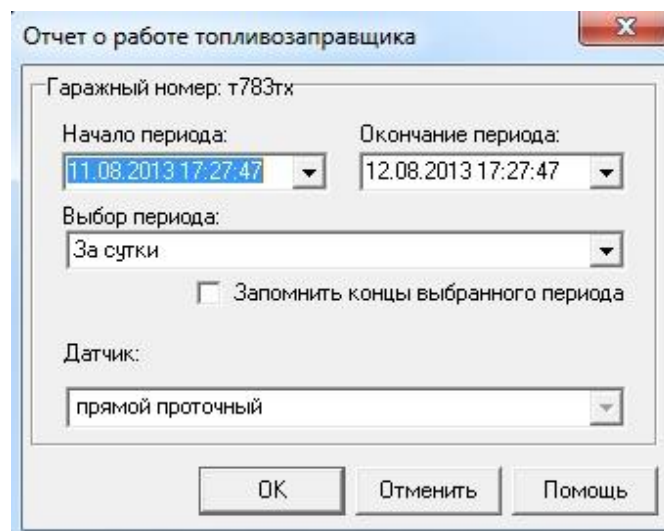

Рисунок 213 – Форма «Отчет о работе топливозаправщика».
- 2 Вызвать пункт меню «Отчеты» ⇒ «Отчет о работе топливозаправщика». Программа предоставляет форму «Отчет о работе топливозаправщика» для задания параметров отчета (см. Рисунок 213).